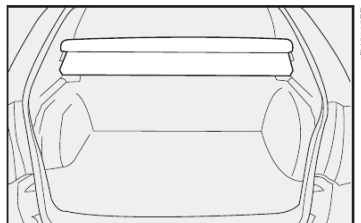
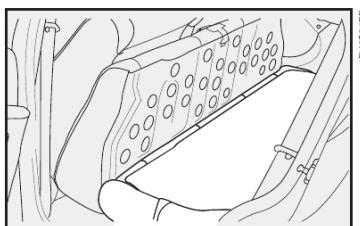

fig. 108
fig. 107
6) Rebater para a frente o encosto **fig. 107** do banco traseiro passando pelos cintos de segurança traseiros de modo a obter um único plano de carga no compartimento de bagagens **fig. 108**.